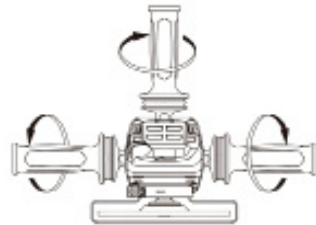

FIGURA 1
9.2. Manopla: Por favor use a manopla para fazer um trabalho com segurança e conveniência. A manopla pode ser montada em ambos os lados da ferramenta. (FIGURA 1)